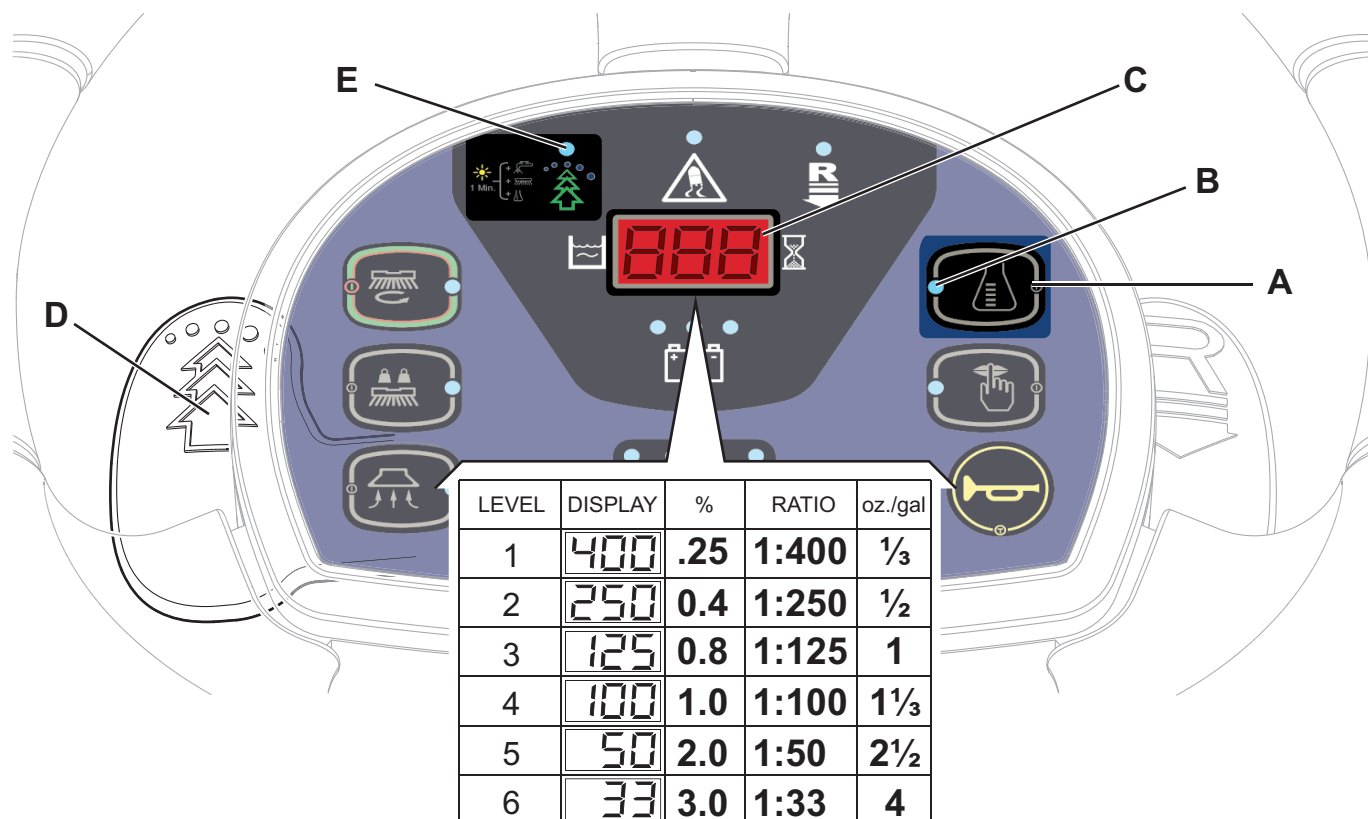

Figura 4
1. Desactivar el pulsador de ajuste del porcentaje de detergente (A) [el LED (B) debe estar apagado].
2. Pulsar y mantener pulsado el pulsador de ajuste del porcentaje de detergente (A) hasta que parpadee la luz de aviso (B).
3. Soltar el pulsador (A). Pulsarlo de nuevo por algunos segundos para pasar al nivel sucesivo indicado por el visualizador (C) como en la tabla indicada en la figura 4; repetir la operación hasta obtener el ajuste deseado.
4. Esperar que el LED (B) acabe de parpadear: el nuevo nivel está ajustado.